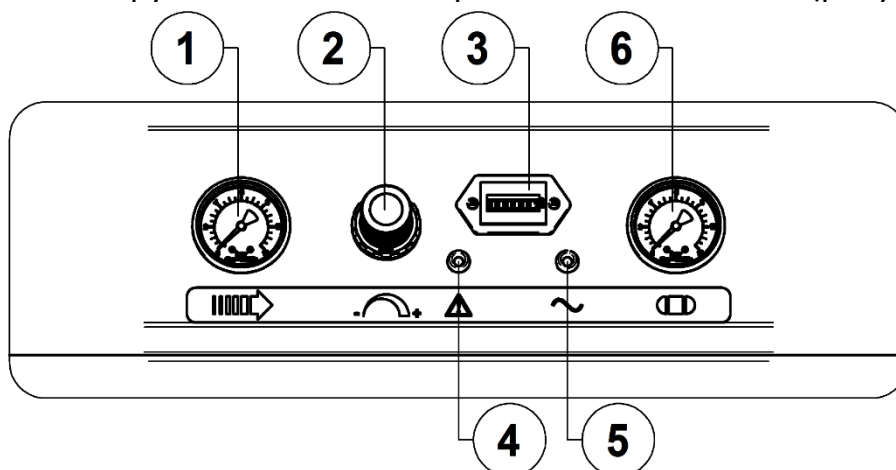
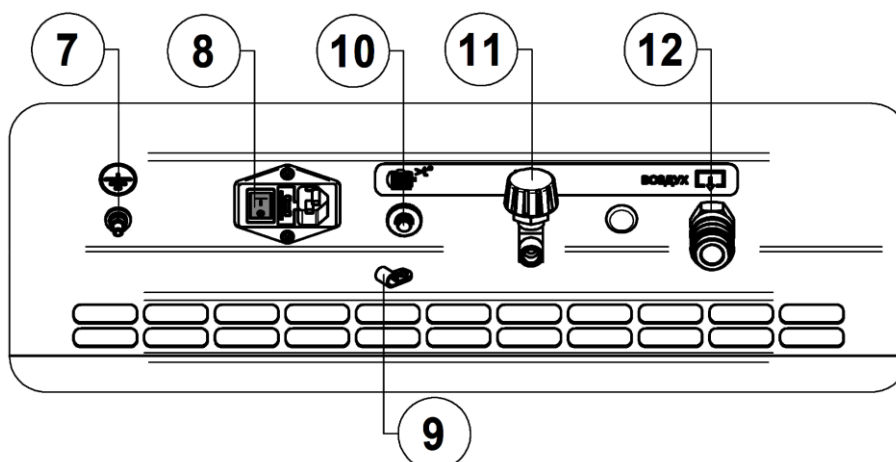

Рисунок 3 - Панель управления
Рисунок 4 - Задняя панель
7.5.5 Провод заземления подключите к винту заземления **7** (рисунок 4) на задней панели компрессора. При наличии заземляющего контакта в электрической розетке, дополнительное заземление не требуется.
Подсоедините сетевую вилку съемного шнура питания к электрической сети. Включите компрессор выключателем **8** (рисунок 4) на задней панели. Для этого необходимо переключить выключатель в положение "I". Включенное состояние сигнализируется зелёной контрольной лампочкой **5** (рисунок 3).
- Выключить компрессор выключателем **8** на задней панели. Для этого необходимо переключить выключатель в положение "О" (рисунок 4). После этого остановится двигатель и произойдет сброс давления из нагнетательного воздухопровода и поршневого блока.
8.4.1 Настройка давления сжатого воздуха осуществляется регулятором давления **2** следующим образом (рисунок 3):
8.4.2 Компрессор оборудован устройством защиты от перегрузок. При нарушении питания электрической сети, а также при работе с ПВ более 60% возможно автоматическое срабатывание защиты двигателя, о чем сигнализирует красный индикатор **4** на панели управления (рисунок 3).
- Переключите выключатель **8** (рисунок 4) на задней панели в положение "0".
- После того, как блок поршневой **13** остынет до допустимой температуры, включите тепловое реле, нажав кнопку включения теплового реле **10** на задней панели устройства (рисунок 4).